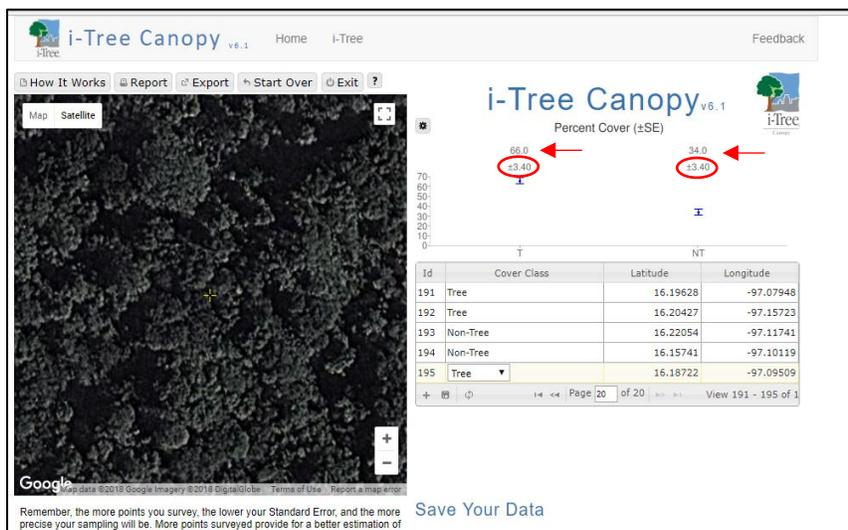

Figura 43. Paso 6 i-tree – Error Estándar
- 1.5. El Desarrollador del Proyecto deberá de continuar añadiendo puntos hasta que el estimado de confianza para el promedio de la cobertura de copa cumpla o exceda +/-10% en un Error Estándar de muestreo tanto para árbol como no-árbol (Figura 43). Por ejemplo, el desarrollador del Proyecto podría dejar de añadir puntos para el proyecto en la Figura 43 dado que el Error Estándar (SE) para la cobertura de copa de “tree” y “non-tree” es +/-10% (o menor) al promedio de la cobertura, o el SE es menor a +/-6.6 (10% of 66.0) para la clase de cobertura de “tree”, y el SE para la clase de cobertura de “non-tree” es igual a +/-3.4 (10% of 34.0).